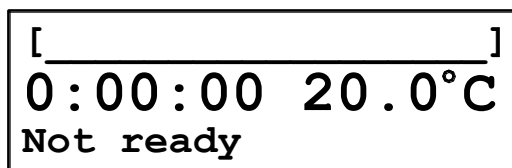
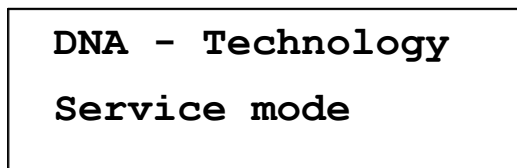

Рис.4. Вид ЖК-индикатора при прогреве прибора
Рис.8. Вид ЖК-индикатора при сервисном обслуживании прибора
В процессе работы прибора на его ЖКИ отображается следующая информация (Рис. 4 – Рис.8):
1. Сообщение **Not ready** (не готов) означает, что идёт прогрев прибора (Рис.4). Сообщение может появляться в случае запуска программы сразу после включения прибора. Прогрев прибора занимает, как правило, не более 5 мин с момента включения.
Сообщение **Service mode** (сервисный режим) (Рис.8) появляется при сервисном обслуживании прибора (загрузка программ микроконтроллеров и калибровочных коэффициентов).
- Включите прибор с помощью выключателя на задней панели, при этом его индикатор должен отобразить состояние “Not ready” и температуру термоблока в момент включения (Рис.4).
Убедившись, что прибор подсоединен к компьютеру с помощью USB кабеля, включите прибор и компьютер. Светодиод на лицевой панели индицирует включенное состояние прибора. Жидкокристаллический индикатор высветит на несколько секунд служебную информацию (Рис.3), которую сменит информация, свидетельствующая о начале прогрева прибора (Рис.4).